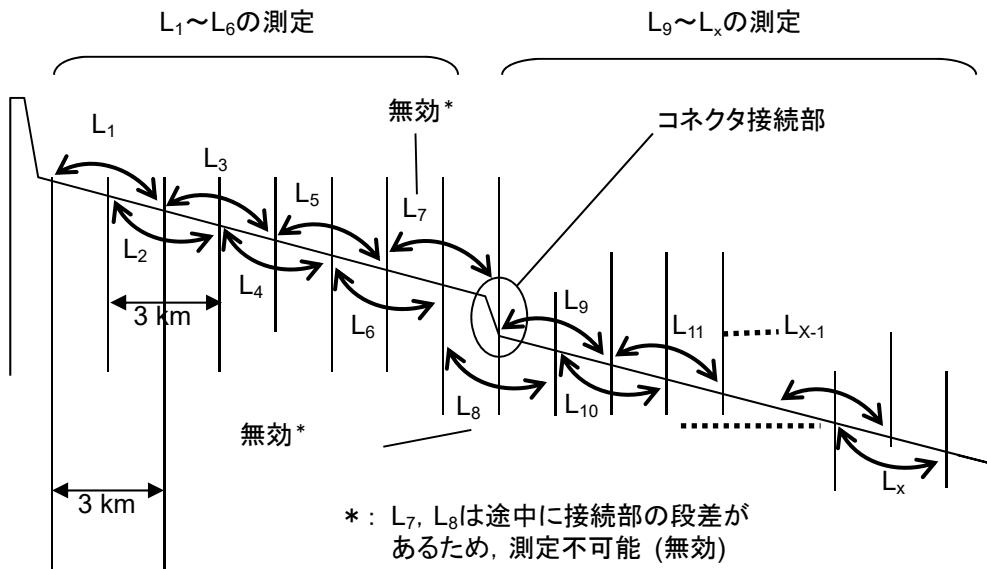

図 14.3.5-2 リニアリティ測定図
20. ロータリノブを回して 1.5 km に①, 4.5 km にマーカ②を移動します。
21. ①-②のdB/kmを記録します。これを図14.3.5-2のL₂とします。